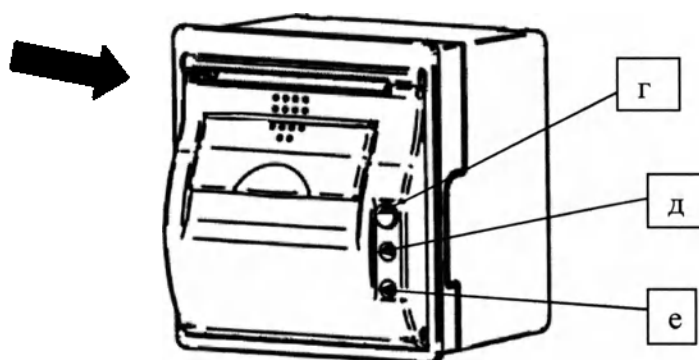

Рис. 7
17.5 Закрыть крышку отсека хранения бумажного рулона до щелчка, таким образом что бы свободный конец бумаги оказался на резаке бумаги (Рис. 7).
17.6 Если крышка закрыта не плотно, то загорится индикатор ошибки (Рис. 7д), в случае если загорелся индикатор (Рис. 7е), то все манипуляции произведены правильно – принтер готов к работе.
17.7 Кнопка автоматической протяжки бумаги (Рис. 7г), служит для дополнительной протяжки бумаги в случае необходимости.